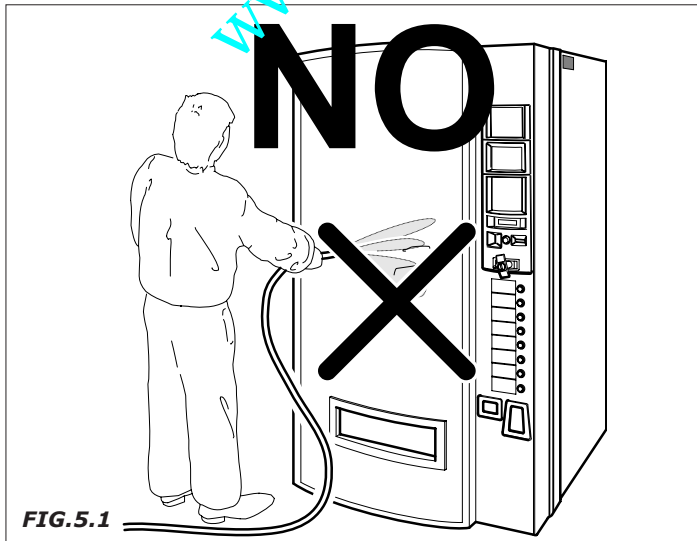

FIG.5.1
- **El expendedor automático debe ser colocado en lugares secos, con temperaturas que no desciendan de 1°C. No puede instalarse en espacios en los que se utilicen chorros de agua para la limpieza (como por ejemplo en grandes cocinas, etc.). No utilizar el chorro de agua directamente sobre la máquina expendedora (Fig.5.1)**